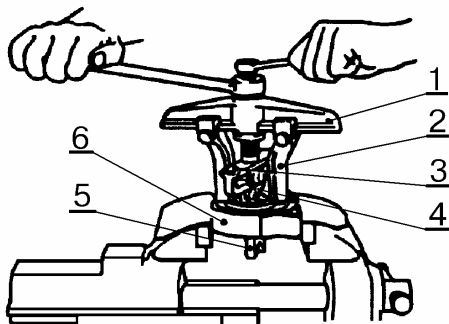

Рис.17. Выпрессовка подшипника опоры:
- установить собранный съемник на опору, как показано на рис.17, при этом выступы упорных торцев скоб 2 должны войти в углубление подушки опоры; (тиски слесарные с алюминиевыми накладками, верстак типа Н.9938-0002, съемник А.40005/2/11/4):